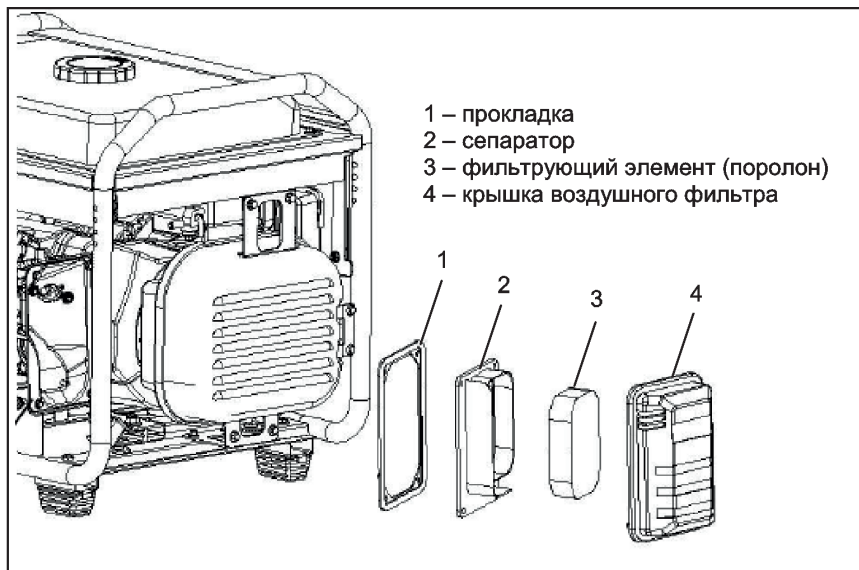

Рис. 20
1. Снимите крышку воздушного фильтра (Рис. 20)